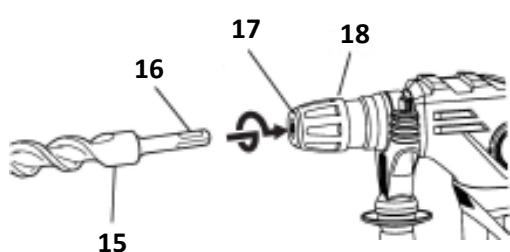

Рис.4
- Вставьте бур или др. насадку, поворачивая его, в держателе инструмента до тех пор, пока он сам не защелкнется. Рис.4.
- Для извлечения бура (15) из патрона необходимо блокирующую обойму (18) отжать по направлению стрелки (Рис.4а) и извлечь бур из патрона.
ВНИМАНИЕ! Для установки сменного инструмента в изделие, в первую очередь, необходимо очистить хвостовик (вытереть насухо чистой тряпкой), а затем смазать небольшим количеством (0,5-1 г) специальной смазки для буров Рис.4б.
Рис.4а
Рис.4б